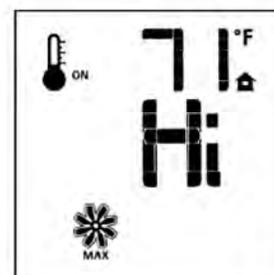

Figure 55.
- Utilisez les touches fléchées Haut / Bas pour démarrer, arrêter ou régler la vitesse des ventilateurs (Fig. 55). Un seul «bip» confirmera la réception de la commande. Après un délai de 5 minutes, les ventilateurs démarreront à vitesse maximale, puis ralentiront au réglage de vitesse établi. Les ventilateurs continueront de fonctionner 12 minutes après que le brûleur est éteint. Le contrôle de vitesse manuel n'est pas disponible lorsque le Thermostat est en mode «SMART».